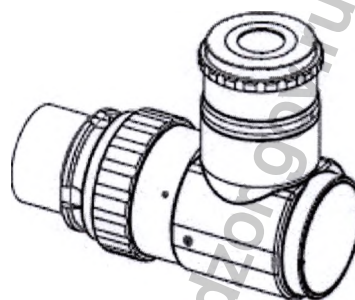

Рис. 24
13.3 Адаптер для Sony Handy cam (рис. 24)